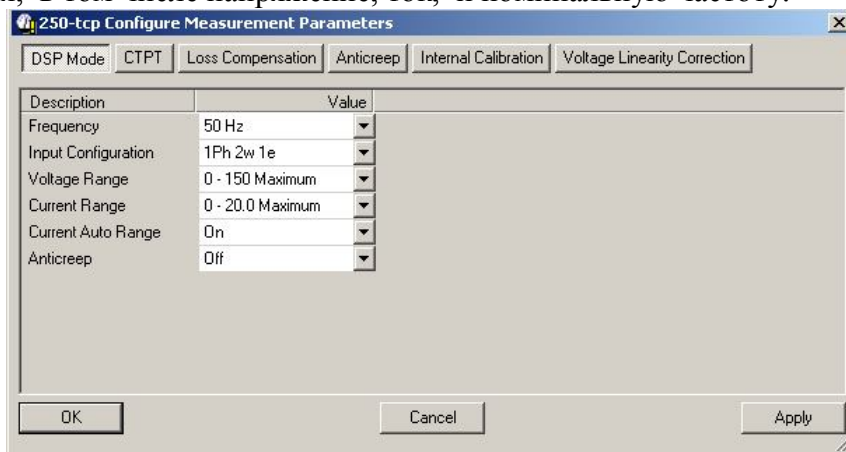
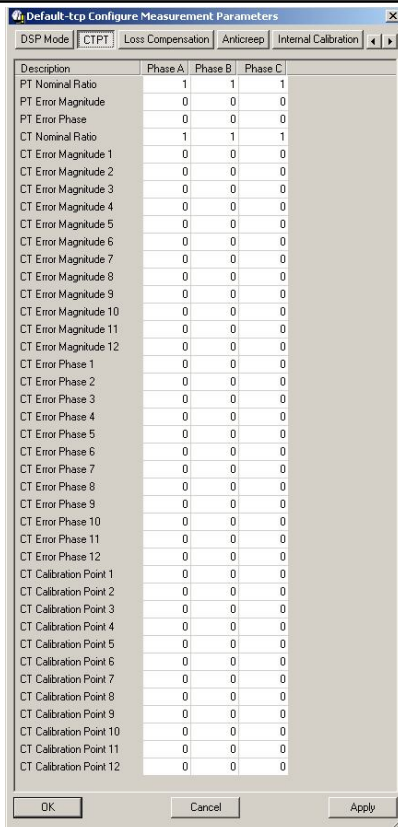
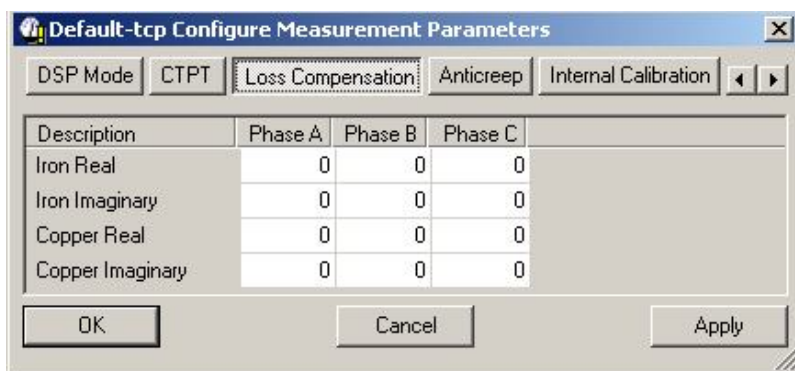
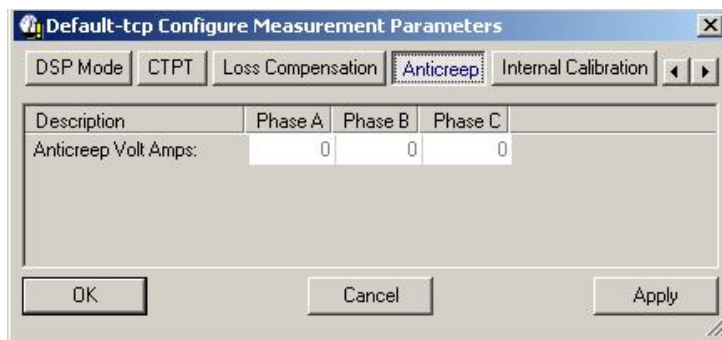

Рисунок 30
Рисунок 31
Рисунок 32
Рисунок 33
8.5.3 Выберите в ПО PSCSV™ Connection > Configure > Configure Measurement parameters или на панели конфигурации нажмите кнопку  и в открывшемся диалоговом окне, рисунок 30, Configure Measurement parameters – DSP mode – Режим DSP – выберите из предложенных программой параметров те, какие относятся к вашим параметрам подключения и измерения, в том числе напряжение, ток, и номинальную частоту.
8.5.4 Для конфигурации параметров ТТ и ТН (СТРТ), выберите в ПО PSCSV™ Connection > Configure > Configure Measurement parameters или на панели конфигурации нажмите кнопку  в диалоговом окне, рисунок 30 > СТРТ и в открывшемся диалоговом окне, рисунок 31 введите нужные значения для настройки параметров ТТ и ТН.
нажмите кнопку  в диалоговом окне, рисунок 30> Loss compensation и в открывшемся диалоговом окне, рисунок 32, введите нужные значения постоянных коэффициентов для измерений, осуществляемых на вторичной обмотке трансформатора, если таковые используются.
Measurement parameters или на панели конфигурации нажмите кнопку  в диалоговом окне, рисунок 30> Anti-Creep и в открывшемся диалоговом окне, рисунок 33 введите установленные значения (Anti-Creep) – защиты от самохода.